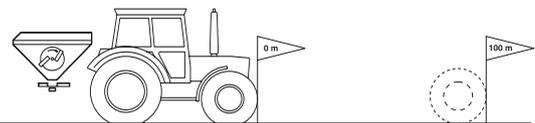

Fig. 11
1. Auf dem Feld eine Messstrecke von exakt 100 m abmessen. Anfangs- und Endpunkt der Messstrecke markieren (Fig. 11).